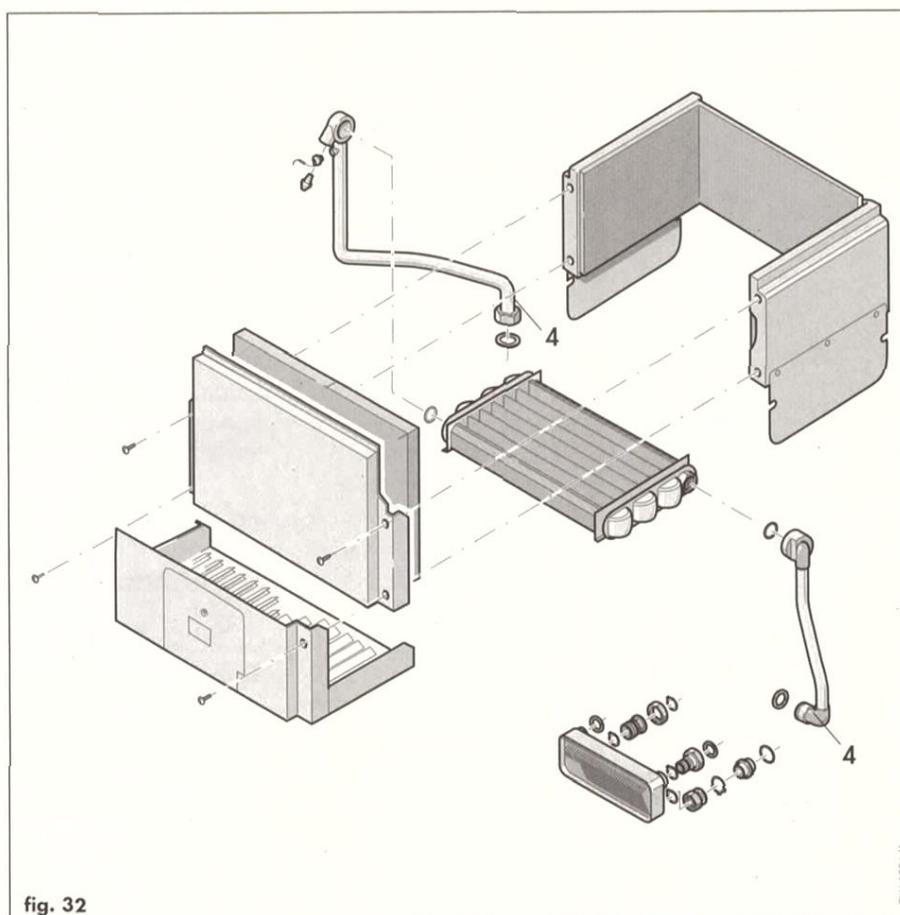

fig. 32
- svitare i raccordi (4, fig. 32) ed estrarre lo scambiatore con i tubi, facendolo scorrere sulle guide.